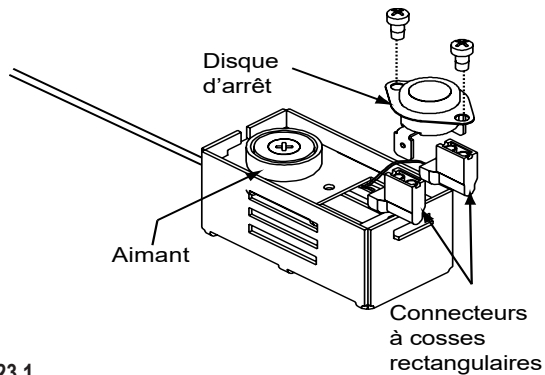

Figure 23.1
4. Tirez le disque d'arrêt et les connexions à cosses rectangulaires vers le haut pour les sortir du support comme illustré à la **Figure 23.1**.